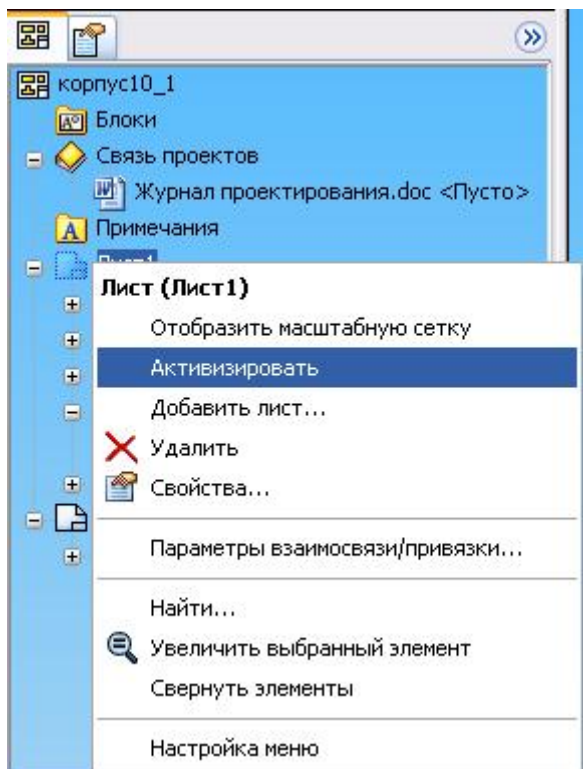

Рис. 52
- Так как «перетаскивать» виды можно только из активного листа чертежа в неактивный, активизируйте первый лист для чего: нажмите правой кнопкой мыши на элементе **Лист1** в Дереве конструирования (Property Manager) и в контекстном меню выберите команду **Активизировать лист** (рис. 52);